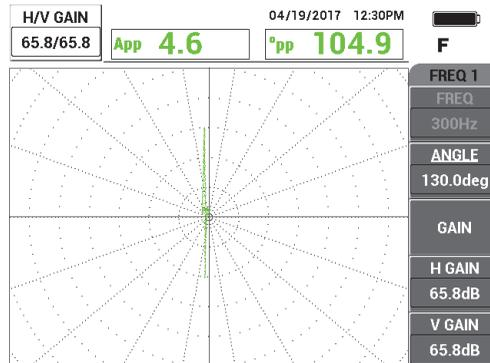

Figura 5-229 Regolazione del guadagno
4. Premere il tasto **GAIN (dB)** ed in seguito aumentare il guadagno fino a quando il segnale del foro raggiunge circa 6 frazioni verticali in altezza (vedere Figura 5-229 a pagina 304).